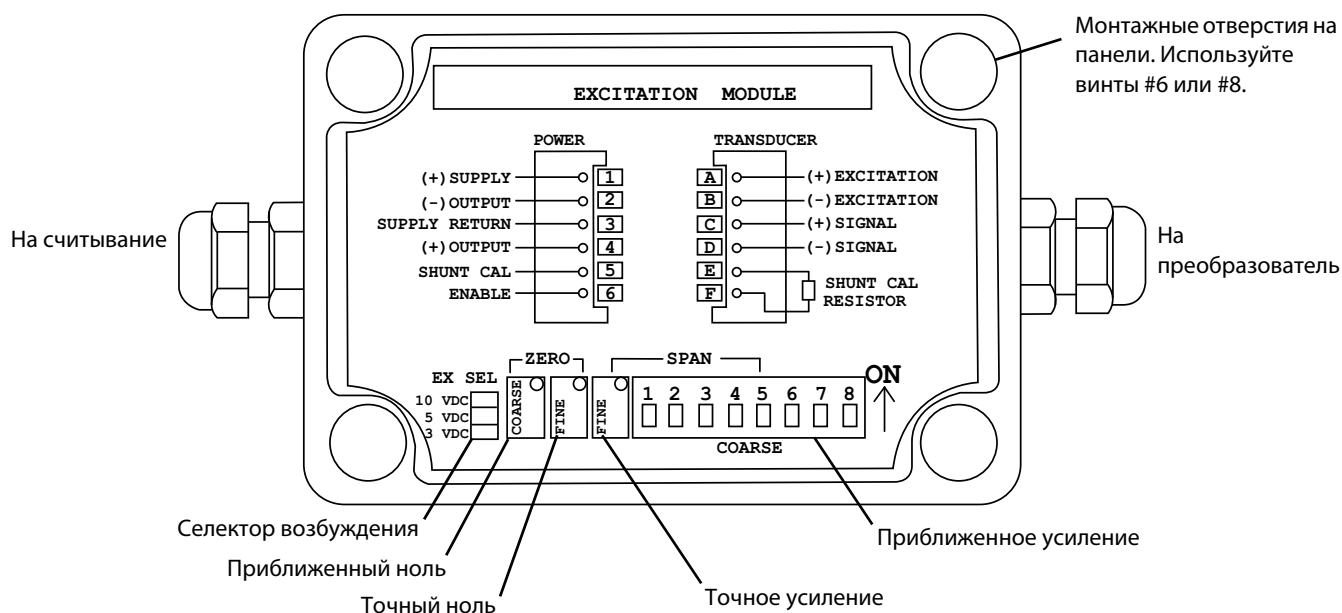

Рис. 62: Настройки усилителя
12. Снимите крышку усилителя (116). См. раздел **Замена усилителя** на стр. 89.
13. Убедитесь в том, что переключатель EXCITATION SELECTOR (СЕЛЕКТОР ВОЗБУЖДЕНИЯ) находится в среднем положении (5 В постоянного тока). См. раздел Рис. 62 на стр. 90.